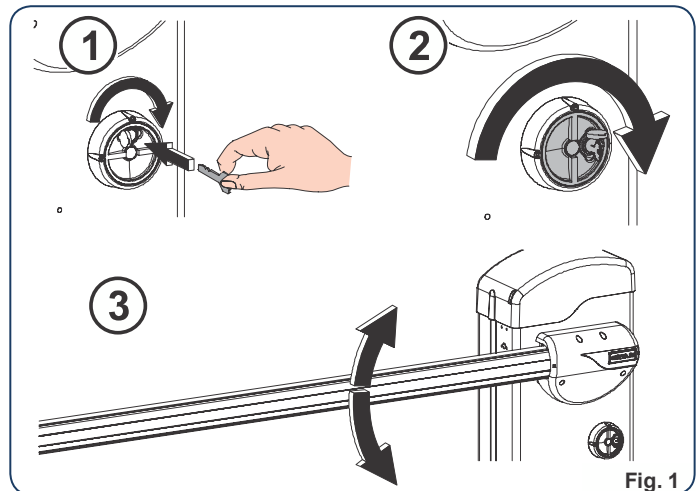

Fig. 1
- Den Schlüssel in die Entriegelungsvorrichtung einsetzen und bis zum Anschlag im Uhrzeigersinn drehen, siehe Angaben in Abb. 1, Bez. ①.
- Die Entriegelungsvorrichtung im Uhrzeigersinn bis zum Anschlag drehen, siehe Abb. 1, Bez. ②.
- Die Stange manuell bewegen, siehe Abb. 1, Bez. ③.